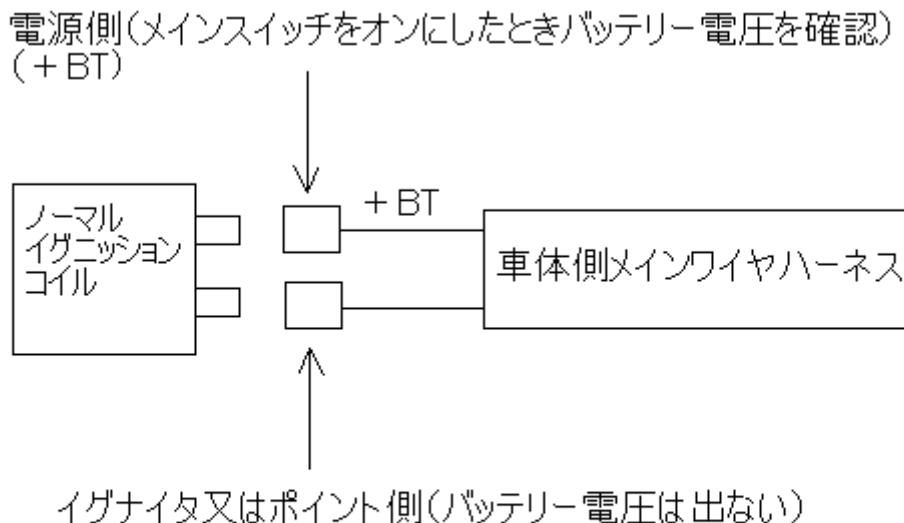

図1 電源側の確認
- ① ノーマルイグニッションコイルを取り外して下さい。取り外した後、車体側の配線端子で電源側、イグナイタ側をテスターで確認して下さい(図1参照)
- ② SP IIパワーコイルとプラグコードを7、8ページ「プラグコードコネクタ装着方法」に従って接続して下さい。コード／キヤップは、高電圧によるリーク防止の為、新品又は同様品を使用して下さい。
- ③ SP IIパワーアンプの位置を設定し両面接着シートで固定して下さい。アンプは熱を発生しますので風通しに十分注意してください。
6. シリンダーノブに合わせコードマークを取り付ける。(図1参照)